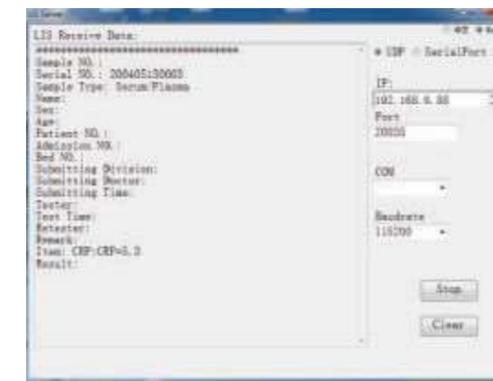

Fig. 6.19
- 4) După finalizarea testării, rezultatele testelor vor fi trimise automat la software-ul de recepție a datelor PC. Dacă utilizatorul nu a introdus informații detaliate, cum ar fi numele și tipurile probelor la Finicare™ FIA Meter plus, acestea vor fi lăsate goale pe terminalul calculatorului (vezi Fig. 6.19). SAU: